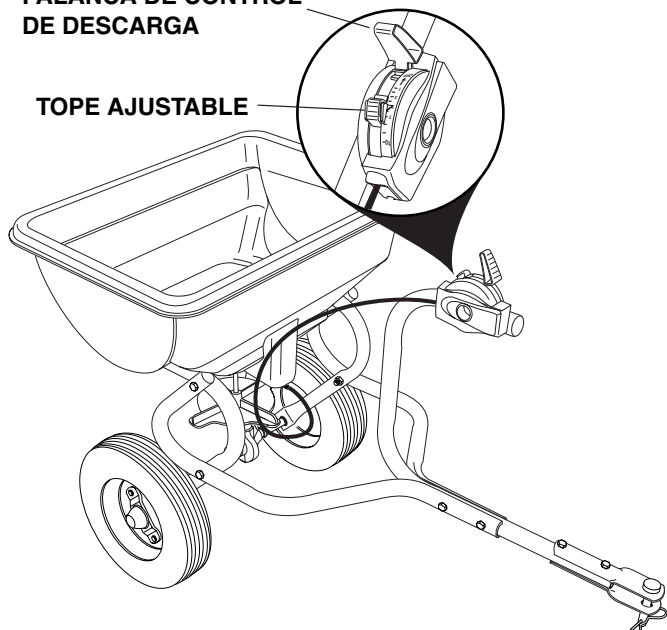

FIGURA 5
2. Mueva la Palanca de Control de Descarga hasta que encaje en el Tope Ajustable, fijando la palanca en la graduación que desea. Vea la Figura 5.